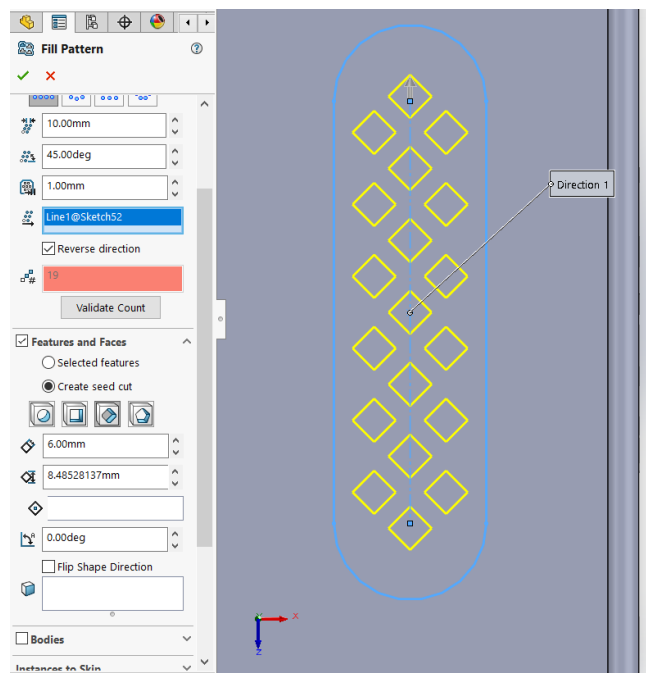

Рисунок 5.21 – Налаштування заповненого масиву
3. У діалоговому вікні, що з'явилося, необхідно задати такі властивості (рис. 5.21).